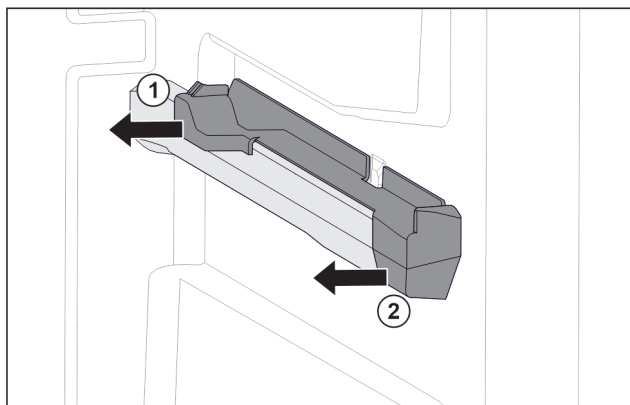

Fig. 68 Вставна частина на правому ребрі для резервуару
- ▶ Відсунути вставну частину назад вбік. Fig. 68 (1)
- ▶ Відсунути вставну частину вперед вбік. Fig. 68 (2)